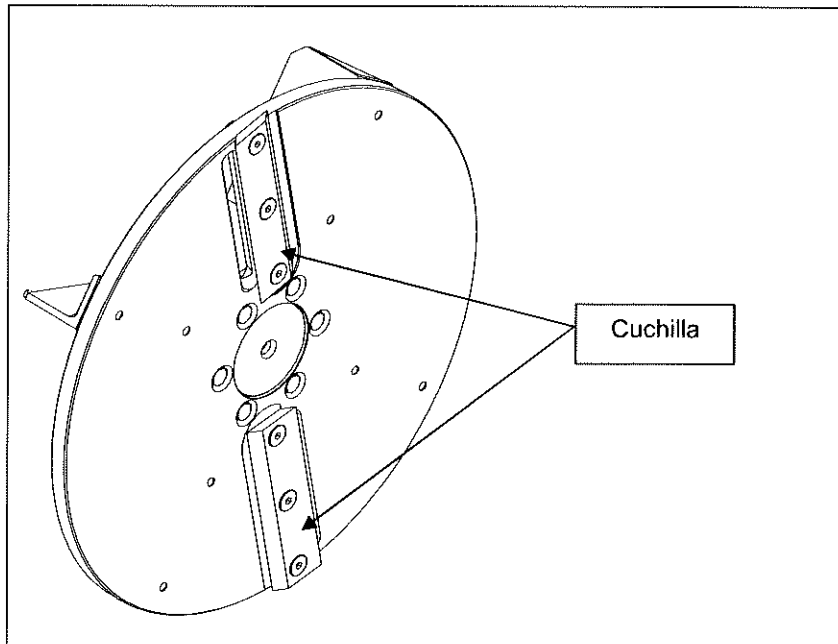

Fig. 14
- Quitar las cuchillas destornillando los tornillos de fijación (Fig. 14).